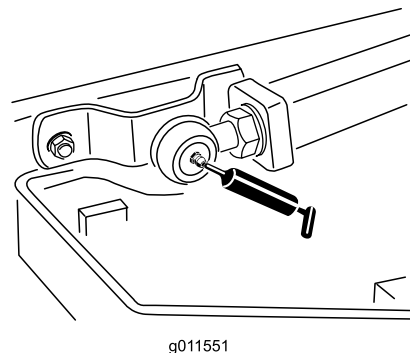

Bild 83
- Zwei Hubarm-Kugelgelenke (Bild 83)